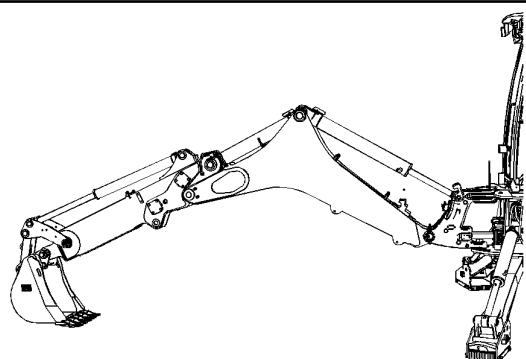

Рисунок 5
2. Установите машину в требуемое положение. См. рисунок 5
4. Используя отверстия доступа (5) , измерьте зазор между верхней поверхностью плоской износной накладки, прикрепленной болтами к внутренней рукояти, и внутренней поверхностью наружной рукояти.
- d. Верните машину в положение, показанное на рис. 5 .
- f. Если зазор соответствует требованиям, нанесите 154-9731 герметик для резьбовых поверхностей на оба болта (6) .
- g. Затяните болты (6) с моментом затяжки $100 \pm 20 \text{ N}\cdot\text{m}$ ($74 \pm 15 \text{ lb ft}$).
- a. Ослабьте затяжку двух болтов (6) , крепящих нижнюю износную накладку.